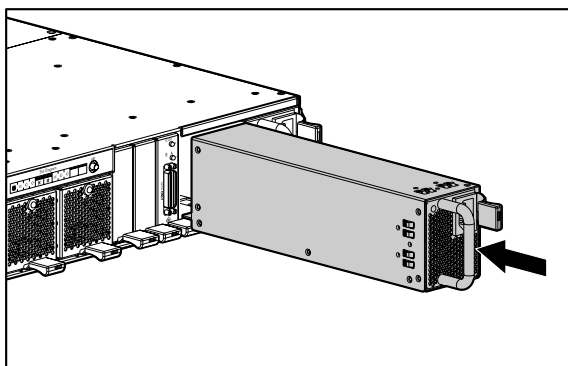

Figura 8: Instalación de la fuente de alimentación
2. Instale la fuente de alimentación empujando el pestillo del módulo de la fuente de alimentación hacia la izquierda e insertando la base hasta que el conjunto esté totalmente fijo en el receptáculo como se muestra en la Figura 8.